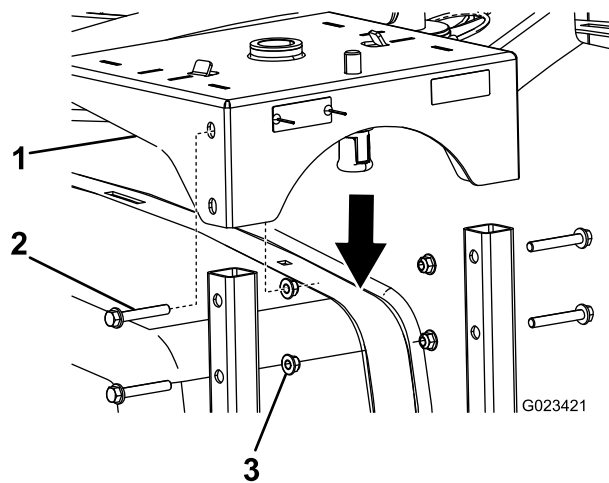

Figure 3
3. Abaissez la base du dévidoir sur les cadres et fixez-les avec 4 longs boulons ( $\frac{3}{8}$ ") et 4 écrous à embase ( $\frac{3}{8}$ "), comme montré à la Figure 3.